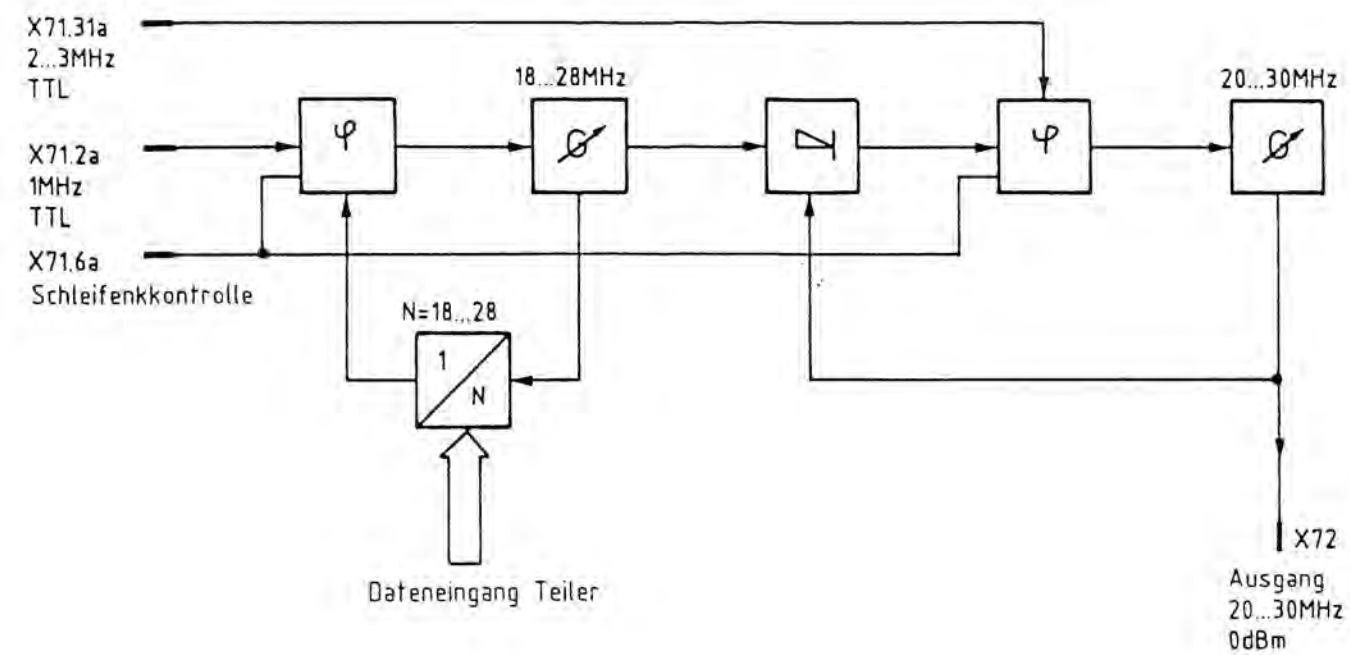

Bild 5-2 Blockschaltbild Interpolationsoszillator 1 MHz
5.1. Funktionsbeschreibung (Hierzu Stromlauf 348.4573 S und Bild 5-2)